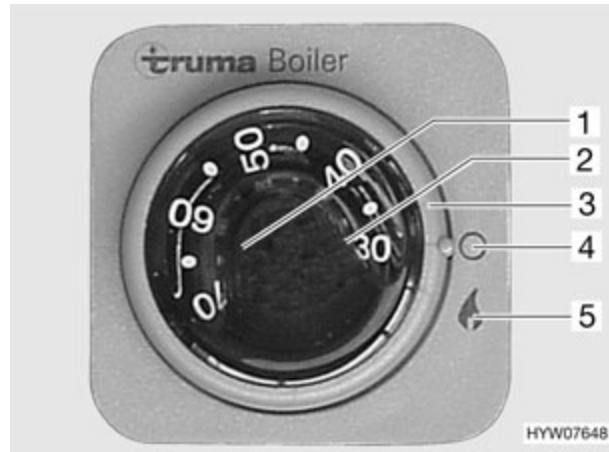

Fig. 105 Commutateur de commande pour le chauffe-eau Truma
- Le chauffe-eau sur le bouton tournant (Fig. 105,3) est mis en route en tournant sur "▲" (Fig. 105,5). Le voyant de contrôle vert "Fonctionnement" s'allume sur le bouton rotatif (Fig. 105,1). En cas de dérangement, le voyant de contrôle rouge (Fig. 105,2) s'allume (voir chapitre 15).
- Régler la température souhaitée de l'eau à l'aide du bouton rotatif (Fig. 105,1).
- Tourner le bouton tournant (Fig. 105,3) sur "○" (Fig. 105,4).
En cas de dérangement, le voyant de contrôle rouge (Fig. 105,2) s'allume (voir chapitre 15).